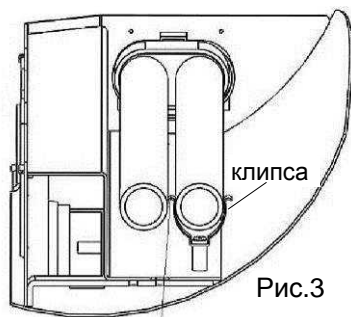

Рис.3
3.2 Аккуратно завести колбу лампы в клипсу (рис.3), не допуская удара колбы о внутреннюю часть клипсы, затем – в патрон, нажав на цоколь (**не на колбу!**)